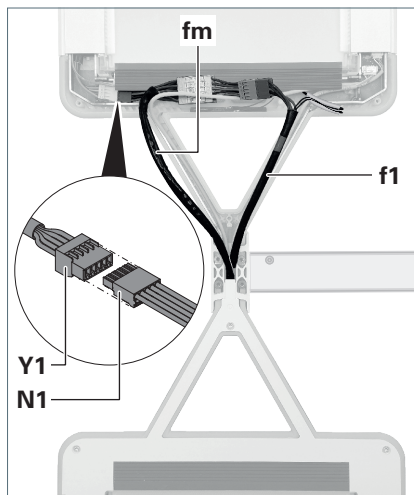

Fig. 22: Branchez le câble d'alimentation.
18. Dans la tête du luminaire 1, retirez le connecteur mâle **Y1** du compartiment situé sous le corps de refroidissement, voir Fig. 22.